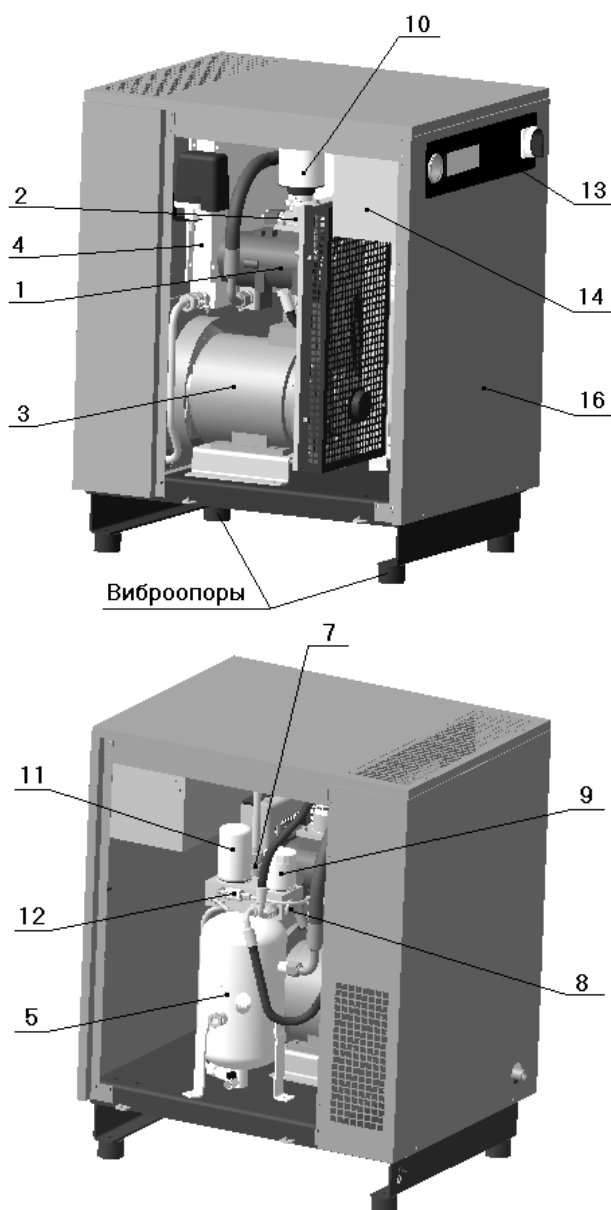
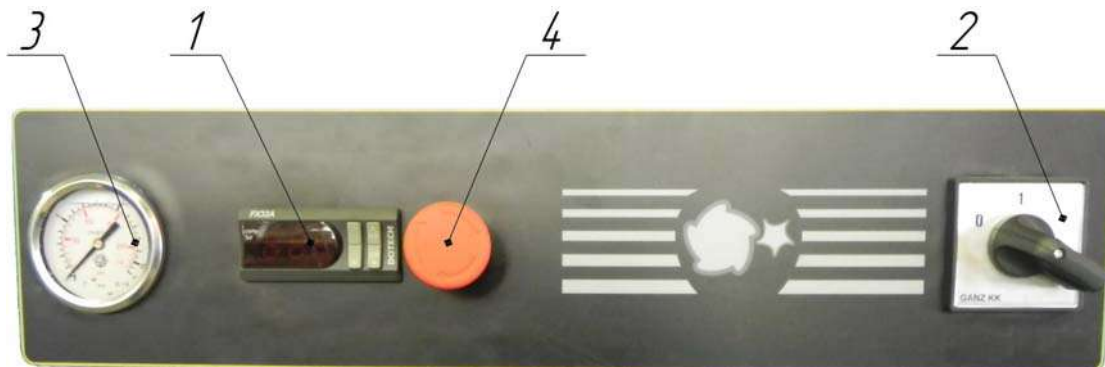
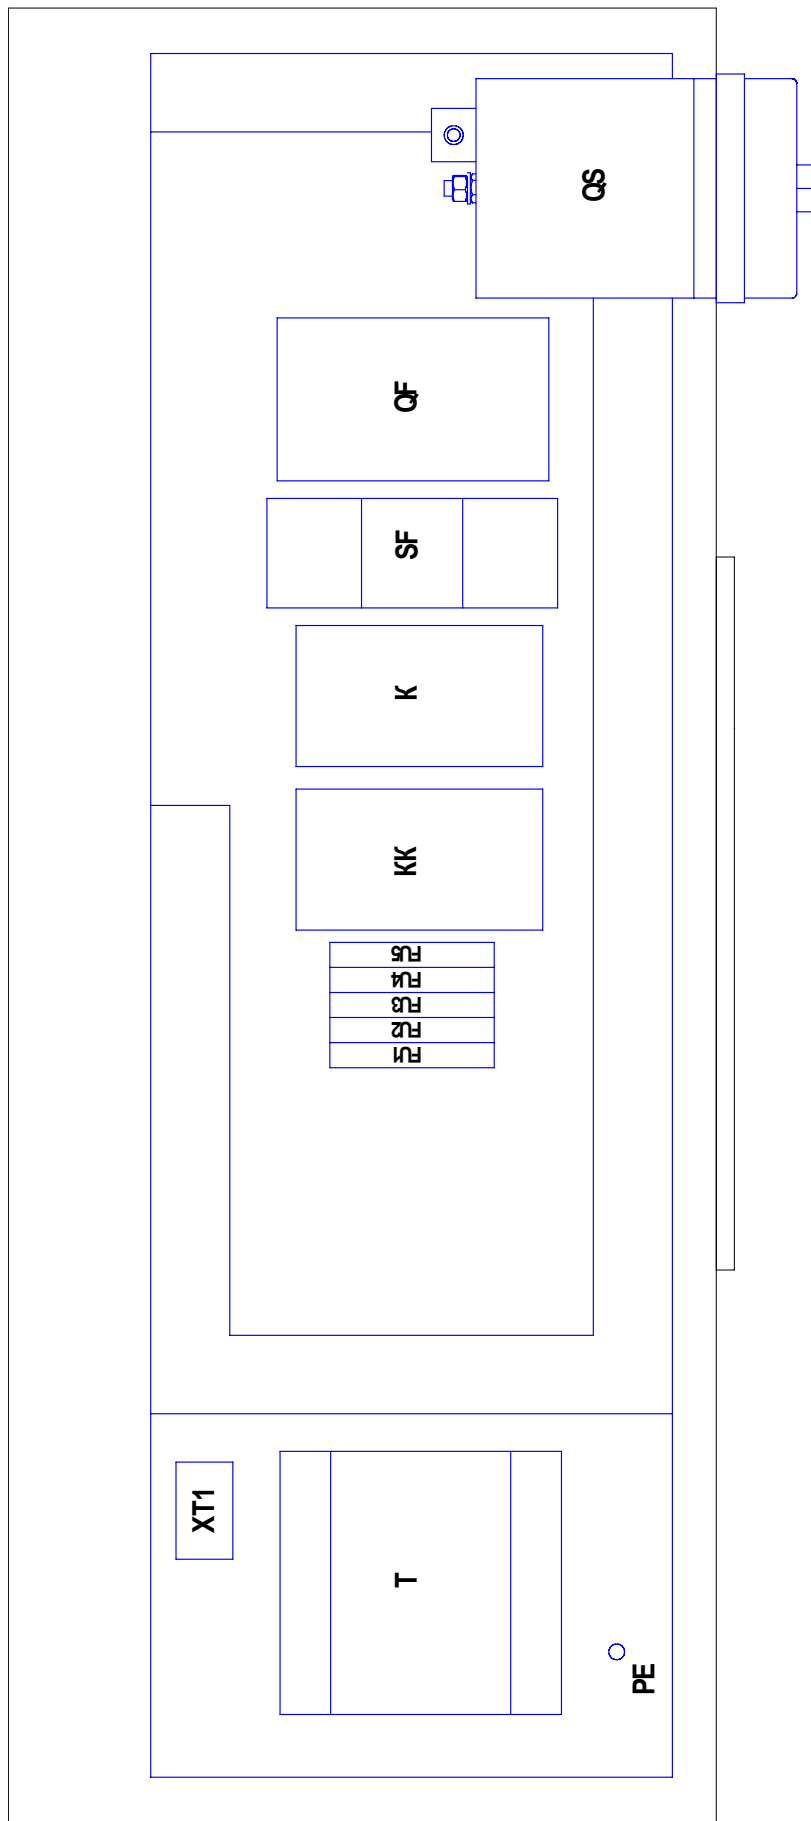

Рисунок 1 – Общий вид компрессорной установки ВК5Т-..., ВК7Т-..., ВК10Т-...
Рисунок 5
Рисунок 6 – Блок-схема платы монтажной ВК5Т, ВК7Т, ВК10Т
1 – Винтовой блок предназначен для выработки сжатого воздуха. Винтовые блоки, применяемые в компрессорных установках, приведены в таблице 4 (см. рисунок 1 или 2, или 3). В корпусе винтового блока расположены: винтовая группа, пропускные каналы для воздуха и масла, присоединительные фланцы.
2 – Клапан всасывающий (см. рисунок 1 или 2, или 3) воздушный выполняет функцию подачи воздуха в камеру сжатия и предотвращения выброса наружу сжатого воздуха и масла в момент останова установки при любом давлении подачи сжатого воздуха. Переключение клапана всасывающего в режим "ЗАГРУЗКА" или "ХОЛОСТОЙ ХОД" осуществляется при помощи клапана электромагнитного, который управляется программируемым контроллером от сигнала датчика давления.
3 – Электродвигатель (см. рисунок 1 или 2, или 3) предназначен для привода винтового блока.
4 – Воздушно-масляный радиатор (см. рисунок 1 или 2, или 3) двухсекционный, комбинированный, выполняет функции охлаждения масла и предварительного охлаждения воздуха на выходе из установки. Радиатор охлаждается проходящим через него потоком воздуха, который нагнетается вентилятором, установленным на втором конце вала электродвигателя привода установки.
5 – Маслоборник (см. рисунок 1 или 2, или 3) выполняет следующие функции:
7 – Клапан минимального давления (см. рисунок 1 или 2, или 3), установленный на линии нагнетания, предназначен для поддержания минимального давления в пределах 0,2...0,4 МПа внутри установки до тех пор, пока давление в распределительной сети не уравнивается с давлением внутри
8 – Термостат (см. рисунок 1 или 2, или 3) состоит из запорного плунжера и термочувствительного глицеринового элемента, изменяющего направление потока масла в зависимости от температуры и смонтирован в корпусе, на котором также установлен фильтр масляный.
9 – Фильтр масляный (см. рисунок 1 или 2, или 3) неразборный изготовлен в металлическом корпусе. Он расположен в контуре смазки и предотвращает попадание твердых частиц на рабочие поверхности винтов и подшипников. Его замена необходима после выработки часов, указанных в разделе "ТО", а частота замены напрямую зависит от технического обслуживания воздушного фильтра и от качества масла.
10 – Фильтр воздушный (см. рисунок 1 или 2, или 3) впускной открытого типа. Функция воздушного фильтра - предотвращение попадания загрязняющих частиц в зону винтовой группы и систему смазки. Некачественное обслуживание воздушного фильтра приводит к уменьшению срока службы блока винтового.
11 – Фильтр-маслоотделитель (сепаратор) (см. рисунок 1 или 2, или 3) завершает операцию отделения масла от сжатого воздуха и обеспечивает остаточное содержание масла в сжатом воздухе не более 3 мг/м³. Пропускная способность фильтра-маслоотделителя зависит от качества масла и его рабочей температуры.
12 – Визуализатор возврата масла (см. рисунок 1 или 2, или 3) предназначен для визуальной оценки количества масла на возврате из фильтра-маслоотделителя. Масло, отделенное фильтром-маслоотделителем, возвращается в систему смазки установки. Функцией визуализатора является управление расходом возвратных потоков воздуха и масла. Визуализатор позволяет проверить эффективность работы фильтра-маслоотделителя и системы сепарации.
13 – Панель управления (см. рисунок 1 или 2, или 3). На лицевую сторону панели управления вынесены следующие органы управления (рисунок 5):
14 – Шкаф с электроаппаратурой (см. рисунок 1 или 2, или 3) представляет собой короб закрытого типа с установленной платой, на которой смонтирована пускорегулирующая аппаратура и устройства защиты (блок-схема см. рисунок 6), доступ к которым осуществляется путем демонтажа верхней панели корпуса и крышки шкафа.
16 – Корпус шумозащищенного исполнения (см. рисунок 1 или 2, или 3) служит для снижения уровня шума в рабочей зоне установки.
- 4) Плавкие предохранители - (см. рисунок 6) защита цепей управления и сигнализации;